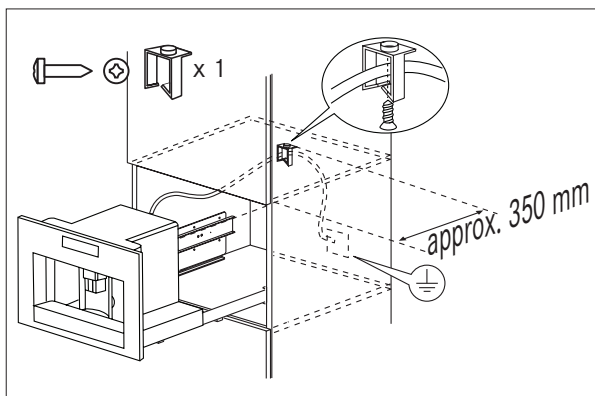

Fig. 6
- ▶ Fissare il cavo di alimentazione con l'apposita clip (Fig. 6). Il cavo di alimentazione deve essere lungo quanto basta da permettere l'estrazione dell'apparecchio dal mobile durante la fase di riempimento del serbatoio chicchi caffè.